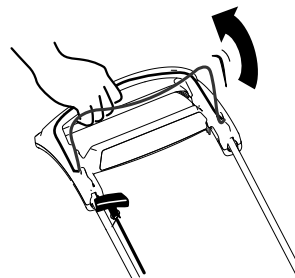

Figura 16
2. Tire de la barra de control de la cuchilla hasta el manillar (Figura 16).